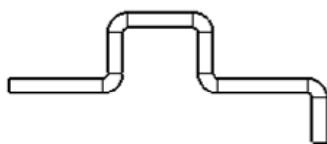

图 8.5.3 创建主视图
(1) 在工程图模块中, 选择下拉菜单 **插入(I)** → **工程图视图(V)** → **模型(M)...** 命令, 系统弹出“模型视图”对话框（一）。
(2) 选择零件模型。在“模型视图”对话框（一）中单击 **要插入的零件/装配体(E)** 区域中的 **浏览(B)...** 按钮, 系统弹出“打开”对话框, 在“查找范围”下拉列表中选择目录 D:\sw18.5\ch08\ch08.05, 然后选择“ironware.SLDPRT”, 单击 **打开** 按钮, 系统弹出“模型视图”对话框（二）。
(3) 定义视图参数。在 **方向(O)** 区域中单击“下视”按钮 , 再选中 ☒ **预览(P)** 复选框; 将鼠标指针放在图形区, 选择合适的放置位置单击（展开视图的下面）, 生成图 8.5.3 所示的主视图。
(4) 单击“投影视图”对话框中的 ☒ 按钮, 完成主视图的创建。